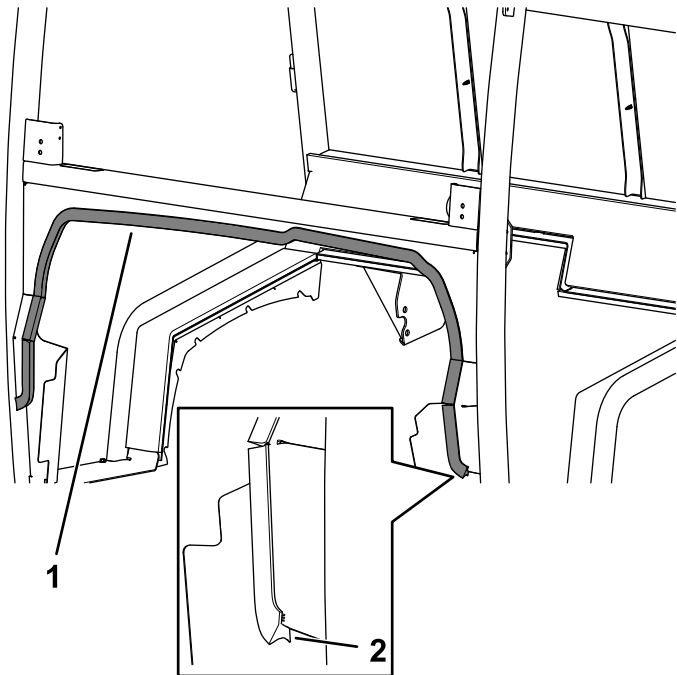

Рисунок 30
4. Установите нижнее уплотнение приборной панели на кабину (Рисунок 30).
Проследите, чтобы при установке уплотнения более длинная кромка была обращена вперед (Рисунок 30).